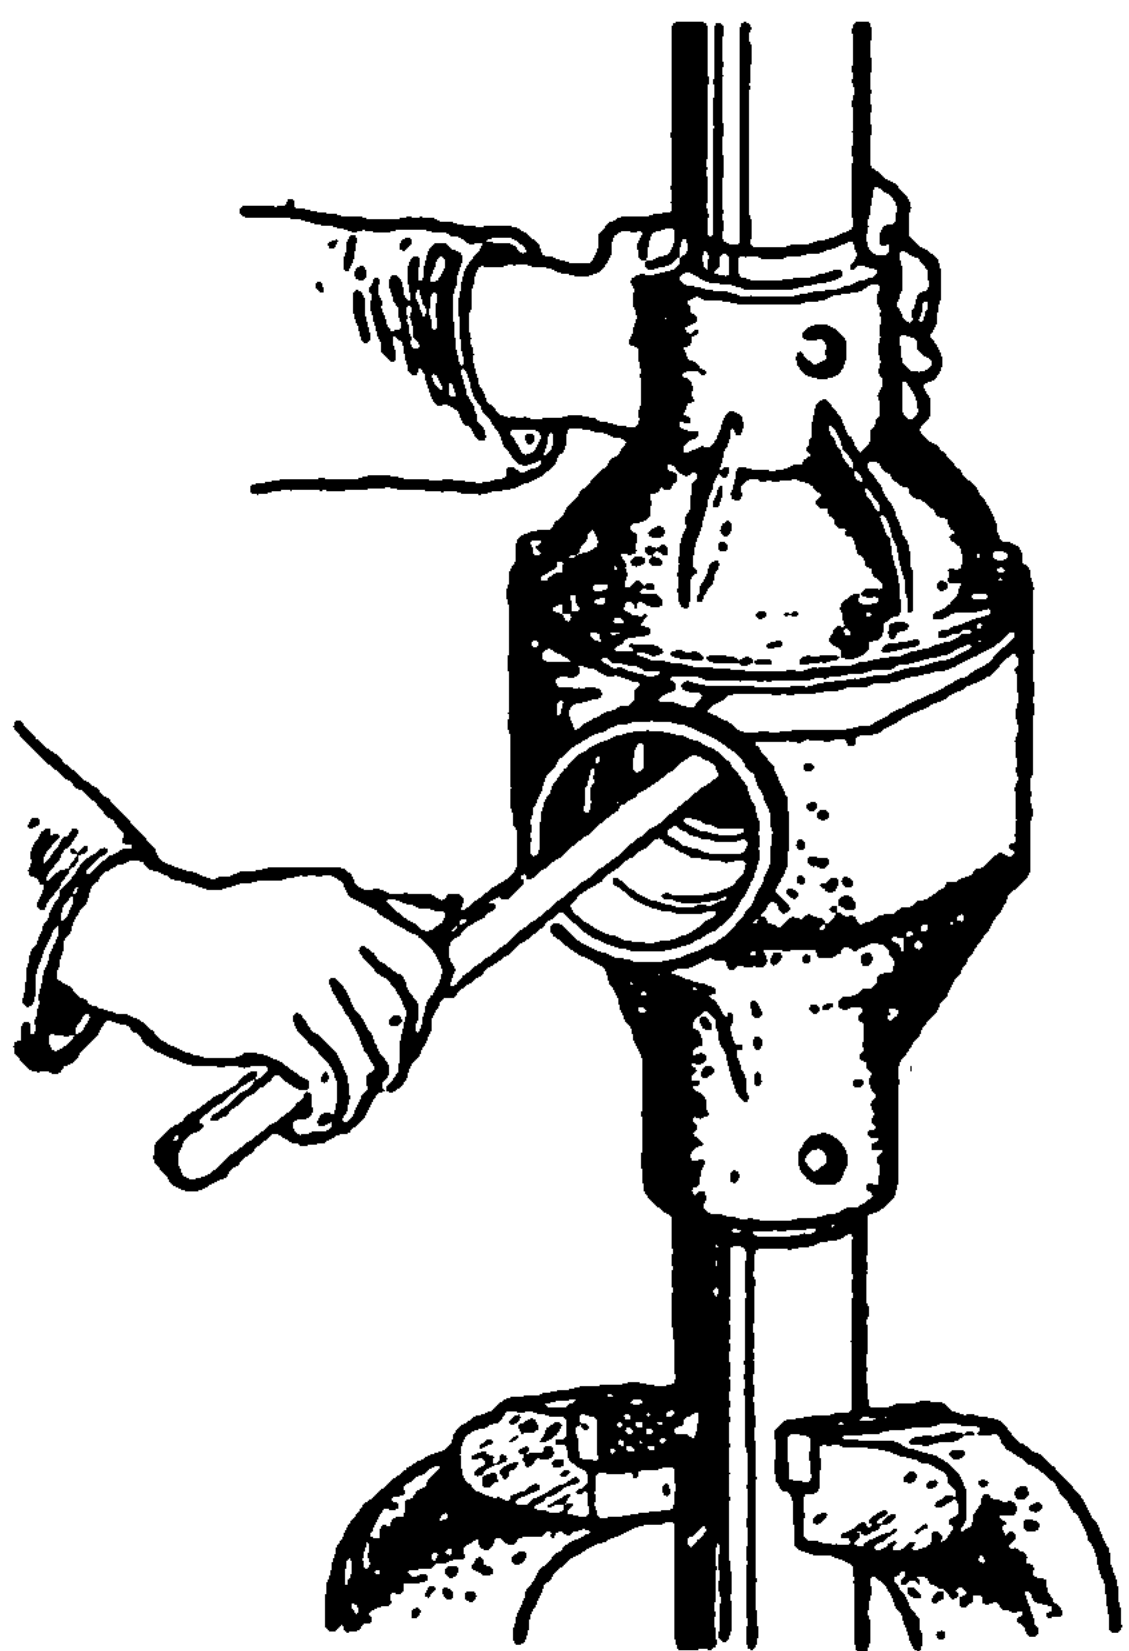

Рис. 69. Прикатка роликов подшипников дифференциала
2. Снять полуоси и установить дифференциал в сборе в картер, поставить прокладку и крышку картера и, равномерно подтягивая болты крепления крышки с картером, прикатать с помощью монтажки подшипники так, чтобы ролики заняли правильное положение (рис. 69). Затем равномерно и окончательно затянуть болты крепления крышки с картером.